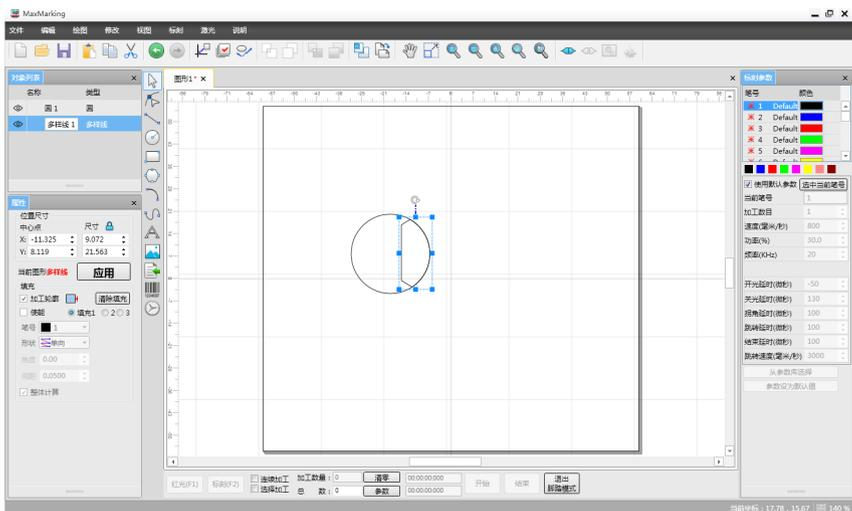

图 5-19 保留原始对象交叉效果图
**步骤:** 首先选中原始对象(圆), 然后进入造型-交叉窗口, 勾选“保留原始对象”, 点击“交叉”按钮, 使其执行交叉指令, 关闭窗口后, 再选择目标对象(多边形), 即实现了两个对象的交叉操作, 如图 5-19。